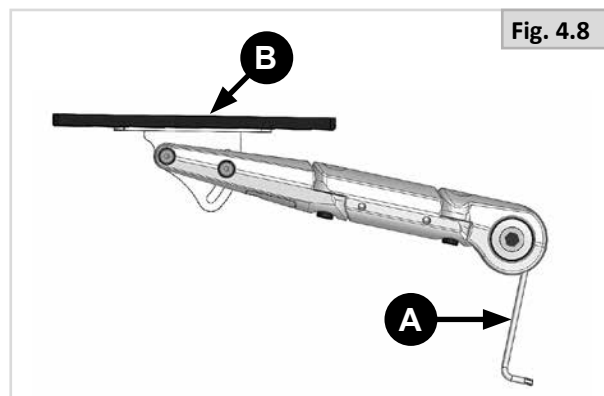

Fig. 4.8
Trinn 1 (Fig. 4.8)
2. Løsne (A) for å justere (B).
3. Stram skruene A i Fig. 4.8 igjen med et dreiemoment på 30 Nm.